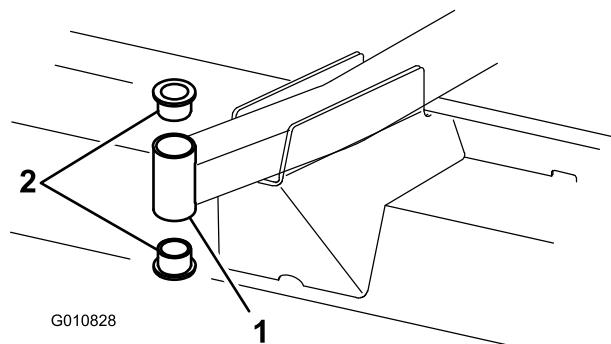

Figura 21
- Inserite un punteruolo nella parte superiore o inferiore del tubo di fissaggio, e spingete la boccola fuori del tubo (Figura 21). Estraete dal tubo anche l'altra boccola.